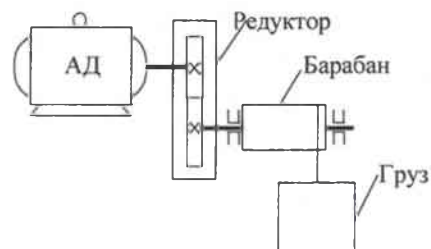

Рис.1
1.1. Для главного привода подъемного механизма, выполненного по кинематической схеме (рис.1), в соответствии с индивидуальным заданием выбрать асинхронный электродвигатель (АД) с короткозамкнутым ротором основного исполнения. Режим работы электропривода – СЗ.